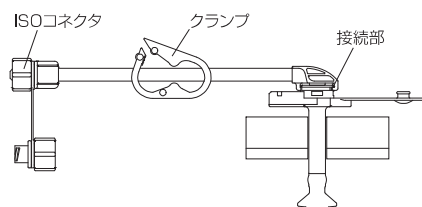

図11
4. 接続チューブのISOコネクタにISO80369-3対応のシリンジを接続し、ゆっくりとぬるま湯を注入し、抵抗なく注入できることおよび接続部からの漏れがないことを確認した後、接続チューブを一旦取り外し、ボタンのキャップを閉じる。(図11)